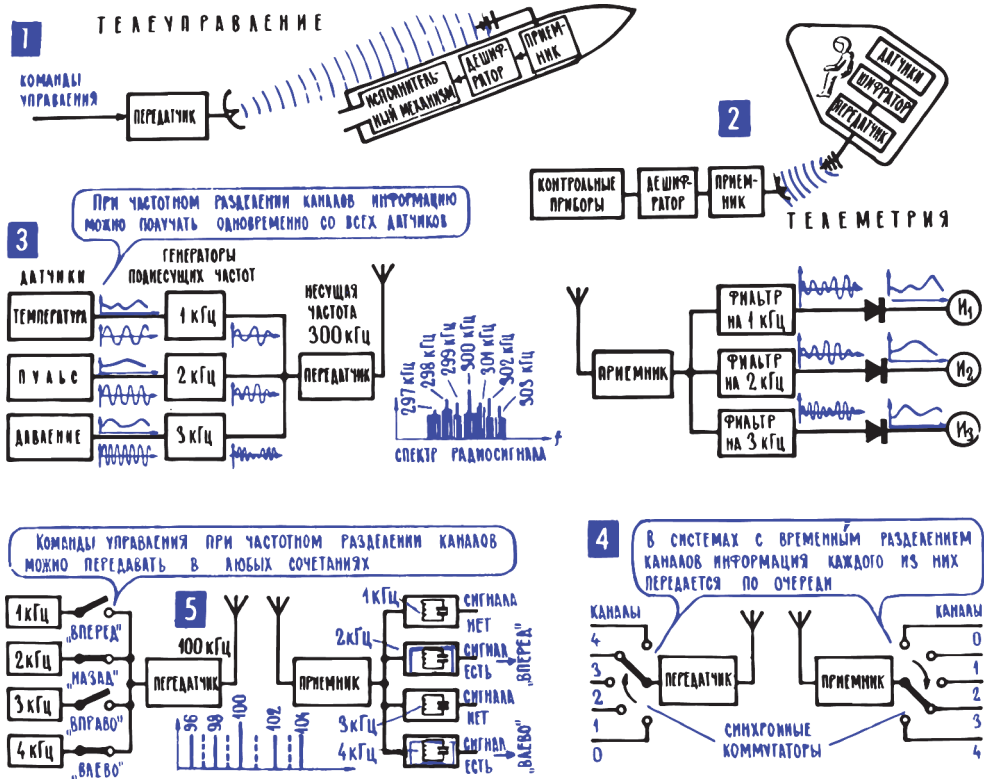
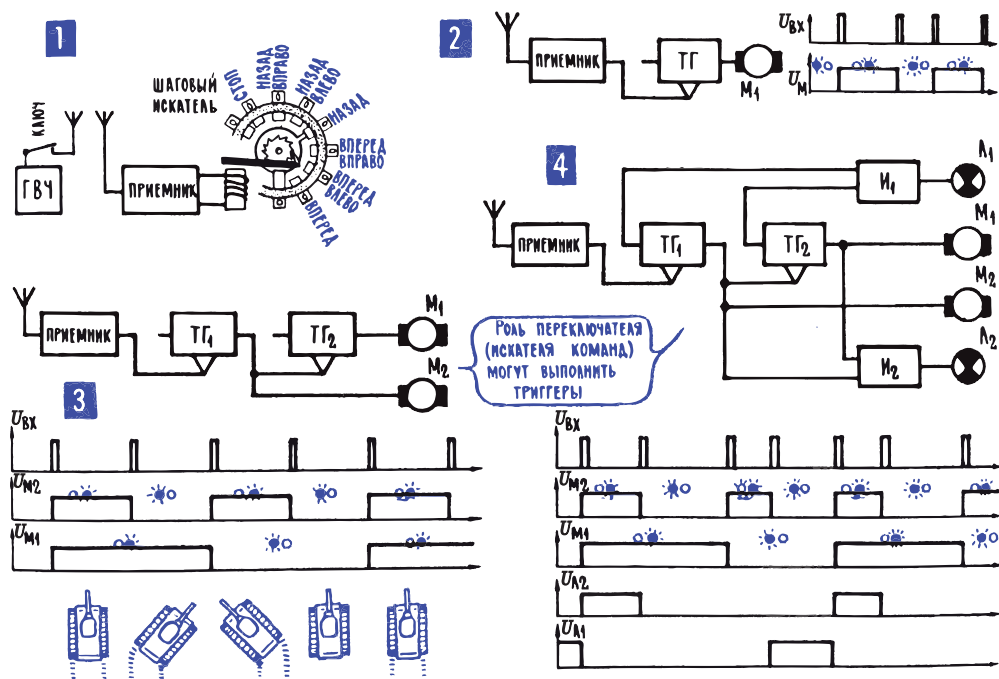

Рис. 15.6. Телеуправление
Рис. 15.7. Телеметрия
9. Если управляющий автомат и объект управления находятся на большом расстоянии, им на помощь приходит телеуправление и телеметрия. Слова «телеметрия» и «телеуправление» (рис. 15.6; рис. 15.7) особенно часто приходится слышать в последнее время, когда в широких масштабах осуществляются полеты самых разных космических кораблей. На этих кораблях всегда есть собственные, или, как их называют, автономные,
Системы телеуправления и телеметрии почти всегда многоканальные: информацию приходится собирать от многих источников и команд управления, как правило, тоже приходится передавать много. Все такие многоканальные системы можно разделить на две большие группы – с частотным и временным разделением каналов. В системе с частотным разделением информация по всем каналам может передаваться одновременно – каждому каналу отводится своя поднесущая частота, а в месте приема фильтры отделяют один канал от другого (рис. 15.6; 3, 5). Если передача ведется по проводам, то на этом дело и ограничивается, а если по радио, то все поднесущие частоты вместе со своими боковыми модулируют высокочастотный ток в радиопередатчике, и таким образом в эфир передача идет с двойной, «двухэтажной» модуляцией.
При временном разделении каналов информация в каждом из них передается поочередно, а на передающей и приемной сторонах есть быстродействующие синхронные коммутаторы, которые подключают нужный комплект аппаратуры поочередно к линии связи (рис. 15.6; 4). В радиоуправляемых моделях часто используют упрощенную разновидность временного разделения – кодирование числом импульсов (рис. 15.7; 1). На самой модели устанавливают шаговый искатель или некоторое его подобие, а с передатчика направляют строго определенное число импульсов. Если
известно, в каком положении стоит шаговый искатель, то, передав нужное число импульсов, можно его заставить сделать нужное число шагов и включить желаемую команду. А после того как команда будет выполнена, определенным числом импульсов вернуть шаговый искатель в исходное положение. Чтобы шаговый искатель «по дороге» не запускал другие исполнительные механизмы, можно сделать так, что он будет отключаться от них на время движения подвижного контакта. Используя триггеры и логические элементы И, ИЛИ и НЕ, можно собирать и электронные переключатели команд для систем импульсного телеуправления. Простейшие из них показаны на рис. 15.7; 2, 3, 4.
Ключевая особенность схемы, приведенной на рис. 15.6; 2, состоит в очень большой зоне гистерезиса, то есть различии порогов срабатывания на включение и выключение. При указанных на схеме величинах резисторов R_3 – R_5 она будет составлять не менее 3 В, то есть примерно 25 % от напряжения питания. То есть автомат будет включаться при гораздо меньшей освещенности, чем выключаться, что гарантирует нас от срабатываний при случайных колебаниях освещенности. Дополнительную защиту вносит конденсатор C_1 , фильтрующий наведенные помехи, – кроме простой фильтрации, он вместе с резисторами R_1 и R_2 еще и обеспечивает задержку срабатывания порядка нескольких секунд. Все эти меры вместе обеспечивают надежную фиксацию включенного или выключенного состояния реле и предотвращают его дребезг.